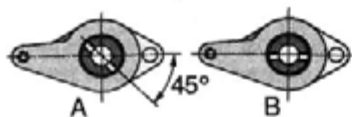

Рис. 4.1.70. Положение паза втулки валика привода масляного насоса и датчика-распределителя зажигания:
- повернуть валик привода в положение, показанное на рис. 4.1.70, А, и поставить привод в гнездо блока. При введении привода в
гнездо необходимо слегка поворачивать валик масляного насоса, чтобы конец валика привода вошел в отверстие вала насоса. Привод должен вставляться без значительных усилий. В правильно установленном приводе прорезь во втулке валика должна быть направлена параллельно оси двигателя и смещена от двигателя, как показано на рис. 4.1.70, *B*;